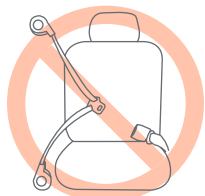

Fig. 15-2
- **NO** use un sistema de cinturón de regazo/hombro si el cinturón de regazo y el cinturón de hombro tienen cada uno retractores en un extremo. Este tipo de sistema de cinturones de seguridad no restringirá apropiadamente la sillita de seguridad (Fig. 15-2).